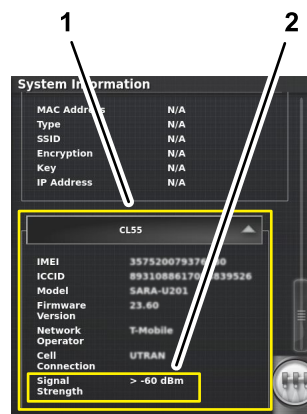

Рисунок 211
2. На экране информации о системе используйте полосу прокрутки, чтобы перейти к значку CL55 (Рисунок 211).
3. Нажмите на значок CL55 для отображения информации о силе сигнала (Рисунок 211) и убедитесь в том, что сила сигнала модема составляет от -60 до -99 дБм.